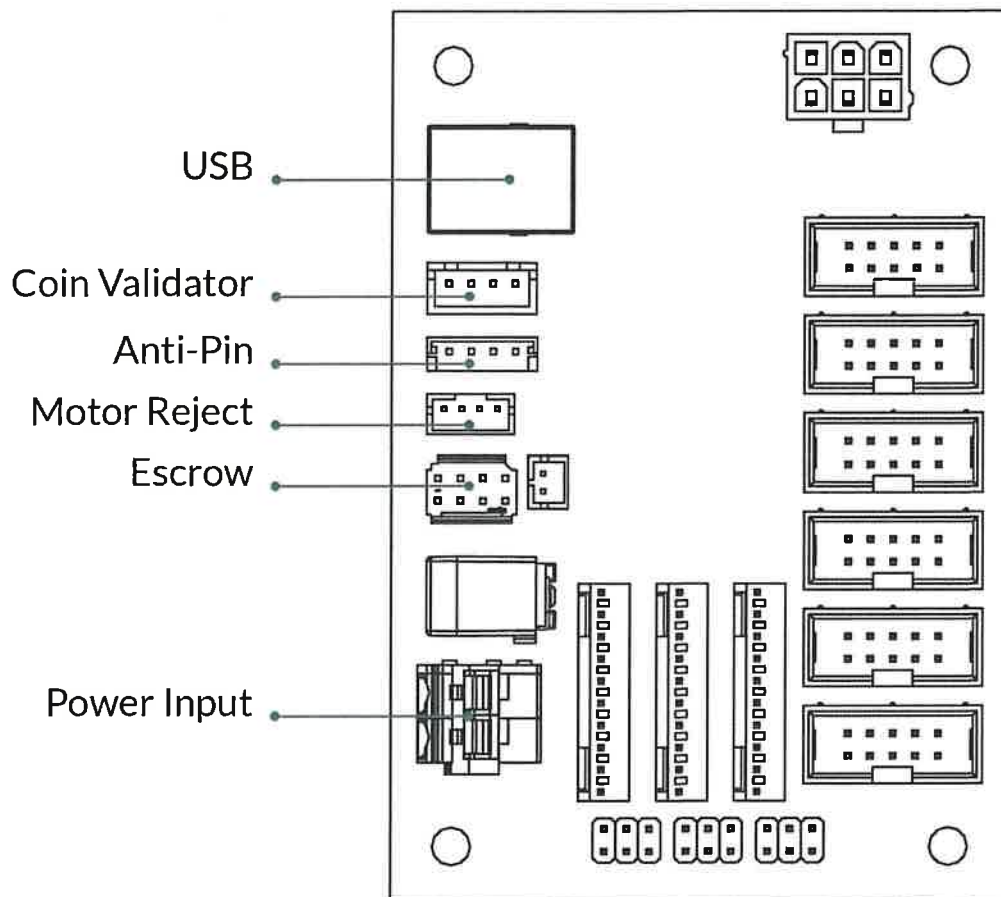

Figura 24 – Placa de Controlo do Seletor de Moedas.
11. Efetuar devidamente as ligações dos periféricos com a PCSM de acordo com a Figura 24.